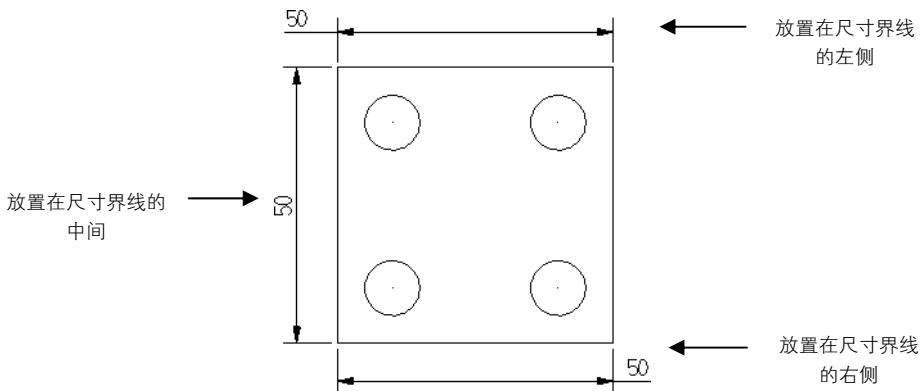

图 5-16 放置尺寸文本位置
- ：该按钮用于控制尺寸文本的放置位置。当选中该按钮时，尺寸文本只能放置在两条尺寸界线的中间；反之，尺寸文本就可以放置在两条尺寸界线的外侧和中间，如图 5-16 所示。